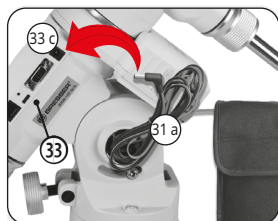

Fig. 17: Conexión del portapilas
3. Inserte el conector CC del cable de tensión CC (31 a) en la toma CC (33 c) del panel de conexiones (33) (Fig. 17).